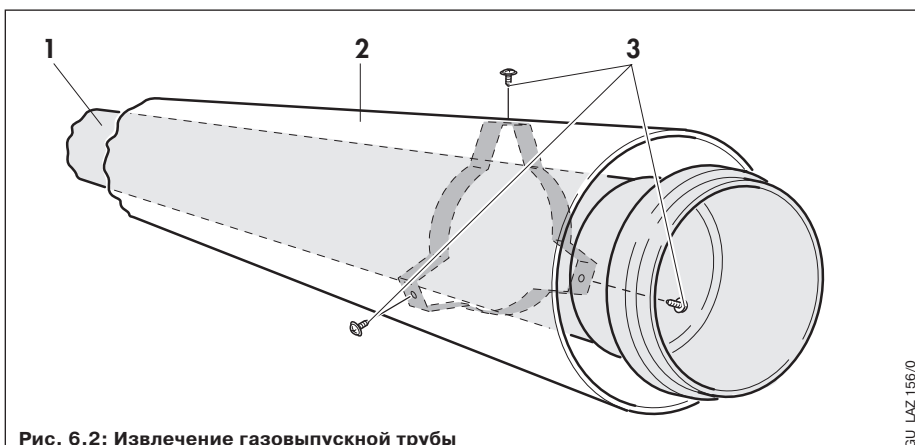

Рис. 6.2: Извлечение газопускной трубки
Удлинительные секции поставляются в не смонтированном состоянии, чтобы для отдельного укорачивания воздушной и газовой трубки не требовался их демонтаж. После укорачивания соедините друг с другом воздушную и газопускную трубу (см. рис. 6.2), ввернув прилагаемые винты (3) через отверстия, просверленные в воздушной трубе (2), в распорный элемент газопускной трубки (1).